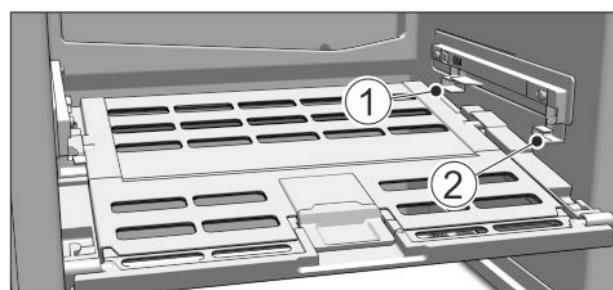

Fig. 74
- ▶ Установка крышки отделения с функцией для хранения овощей и фруктов Fruit & Vegetable-Safe: Вставить попреречные ребра крышки через низ в задний держатель Fig. 74 (1) и защелкнуть спереди на держателе Fig. 74 (2).